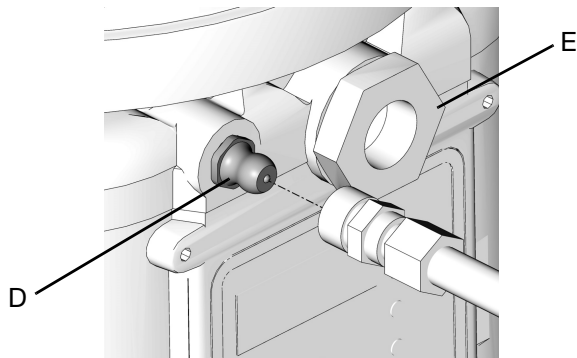

图 23
1. 将注入管连接到 Zerk 入口注入管件 (D) (图 23)。
1. 将加注管与入口管件 (D) 连接 (图 23)。